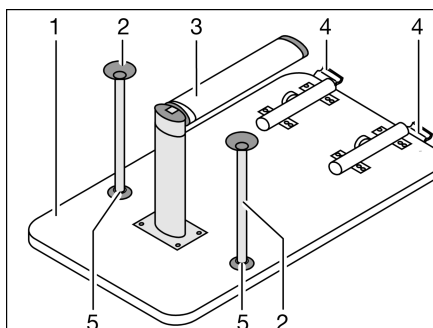

Bild 98 Sängbotten
- Lyft upp bordsskivan (Bild 98,1) ca 45° fram till.
- Fäll upp den nedre delen av det ledade stödbenet (Bild 98,3) 90°. Dra då, beroende på modell den nedre delen av det ledade stödbenet nedåt eller tryck på låsknappen.
- Tryck på låsknappen på låset (Bild 98,4).
- Sätt, beroende på modell, in de två extra stödbenen (Bild 98,2) i fästena (Bild 98,5) på bordsskivans undersida.